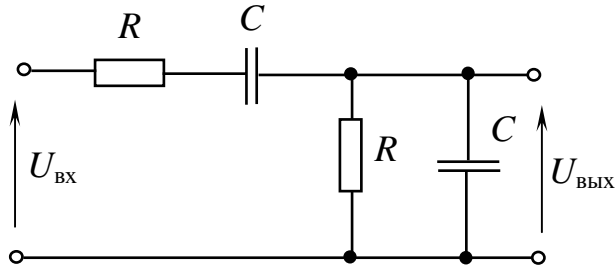

Рис. 4
4. Собрать пассивную цепь (рис. 4) и снять ее ЛАЧХ и ЛФЧХ (логарифмические амплитудно-частотную и фазочастотную характеристики). Принять  $R=20+N$  кОм,  $C=1000$  пФ. Зафиксировать частоту квазирезонанса и сравнить ее с расчетным значением ( $\omega_0=1/RC$ ). Оценить коэффициент передачи на этой частоте.